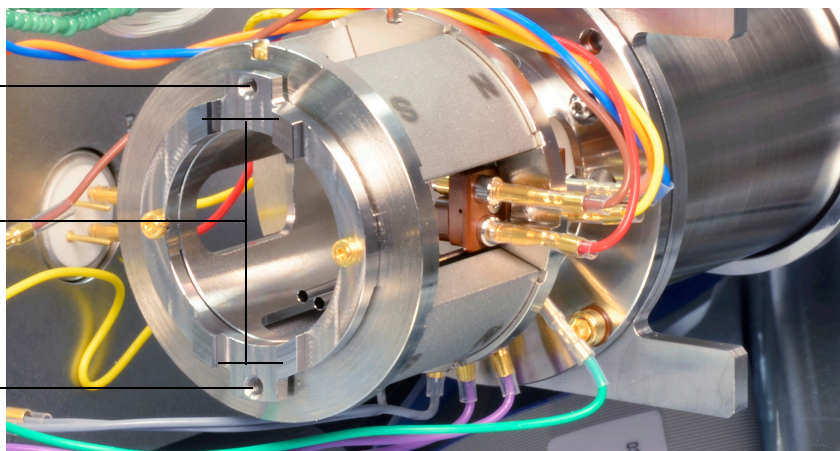

Figure 60. Le radiateur de la source EI HES
- 3 Aligner la source d'ions afin que l'ouverture fendue de l'ensemble lentilles, où les numéros de lentille sont visibles, se trouve sur le côté droit. La positionner également afin que les deux languettes de fixation du support de la source soient alignées sur les fentes correspondantes du radiateur de la source. (Voir **Figure 60**). Glisser la source dans le radiateur de la source jusqu'à ressentir une résistance.
- 6 Installer les vis moletées et les serrer à la main. Ne pas serrer les vis moletées trop fort. (Voir **Figure 60** page 212.)